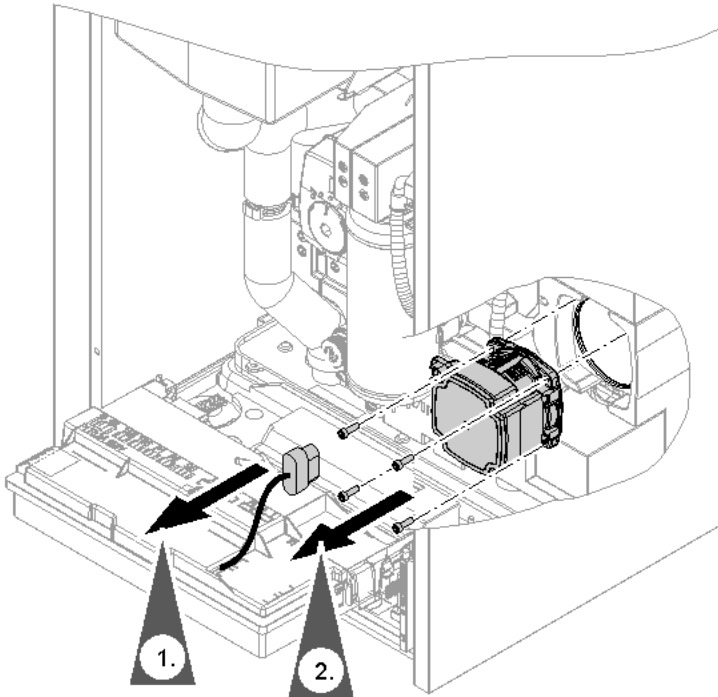

Abb. 89
- Anschluss-Stecker Umwälzpumpen: Siehe Abb. 89.